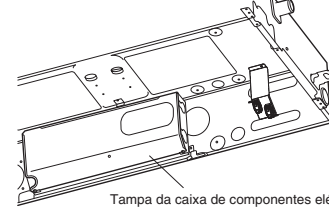

Fig. 7-9
- (1) Retire a tampa da caixa de componentes eléctricos. (Fig. 7-9)